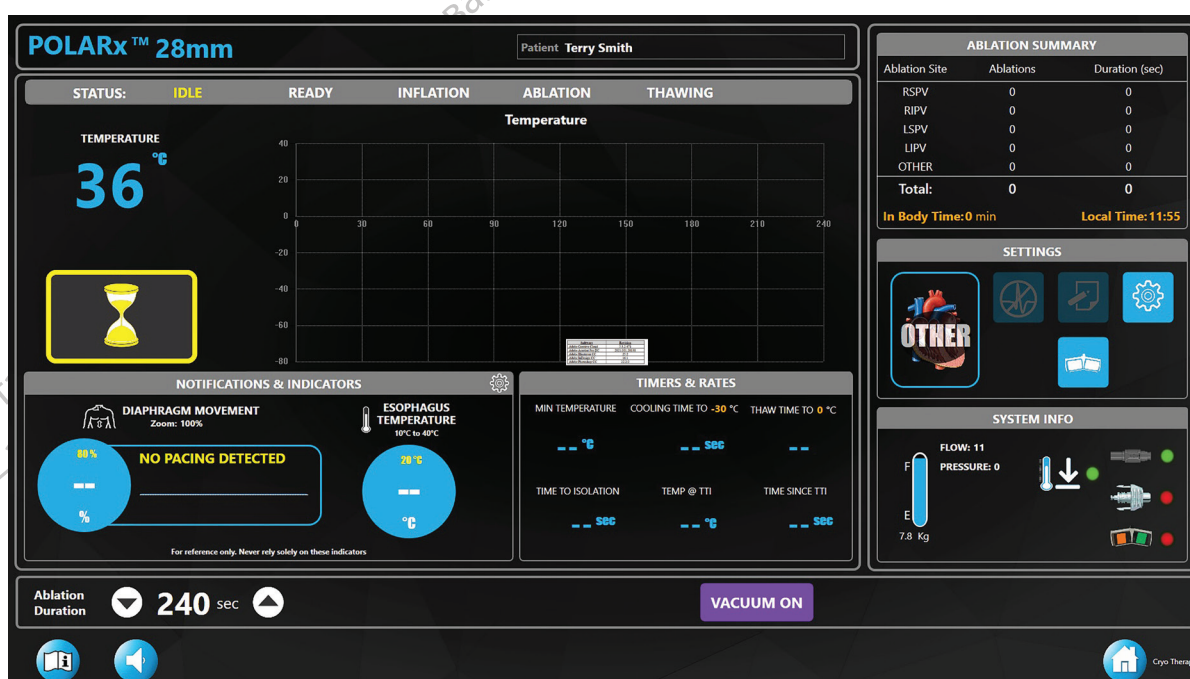

Abbildung 5. Bildschirm Therapy (Therapie) – IDLE (Ruhezustand) – zulässiger Katheter angeschlossen
3. **VACUUM ON** (Vakuum ein) auf dem Bildschirm Therapy (Therapie) drücken (Abbildung 5).